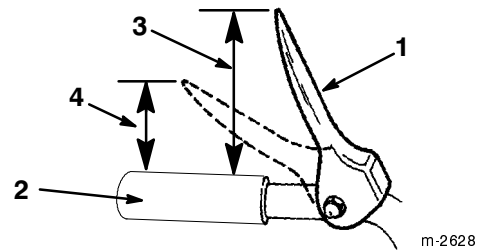

Figure 10
- Vérifiez la distance entre le bout de la manette de tarière/roue hélice et la poignée du mancheron. L'écartement doit être d'environ 10 cm (4") (Fig. 10).
La résistance augmente de manière perceptible lorsque la courroie d'entraînement devient tendue (à peu près à mi-course de la manette). Le réglage est correct si la résistance **commence** à augmenter quand le bout de la manette de commande de tarière/roue hélice se trouve à une distance de 5 cm (2") de la poignée (Fig. 10).